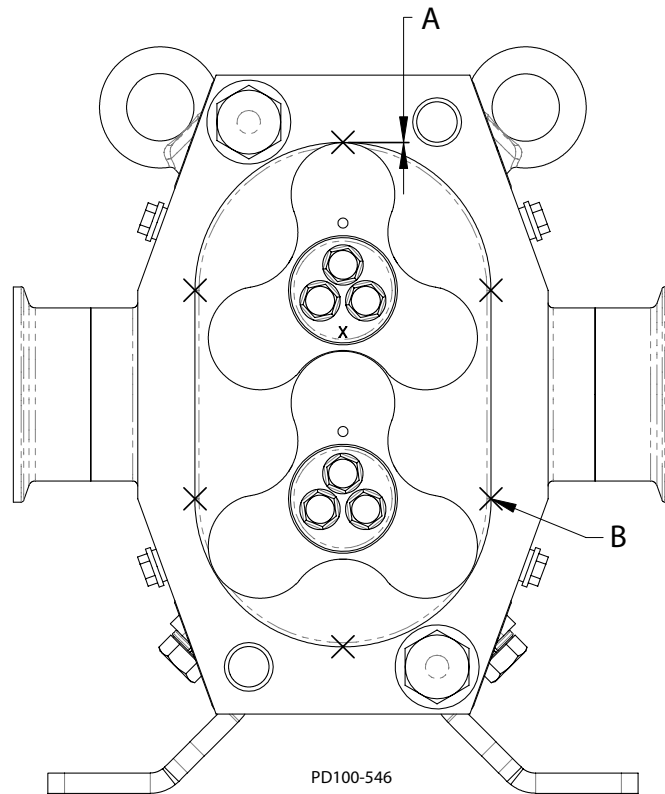

Figura 64 - Comprobación de holgura radial
1. Con los rotores sincronizados, mida la holgura radial de cada lóbulo (Figura 64, renglón A) y verifique que la holgura esté dentro de los valores que se muestran en Tabla 12.
2. Compruebe la holgura en los seis puntos del cuerpo, como se muestra. Véase Figura 64, elemento B.